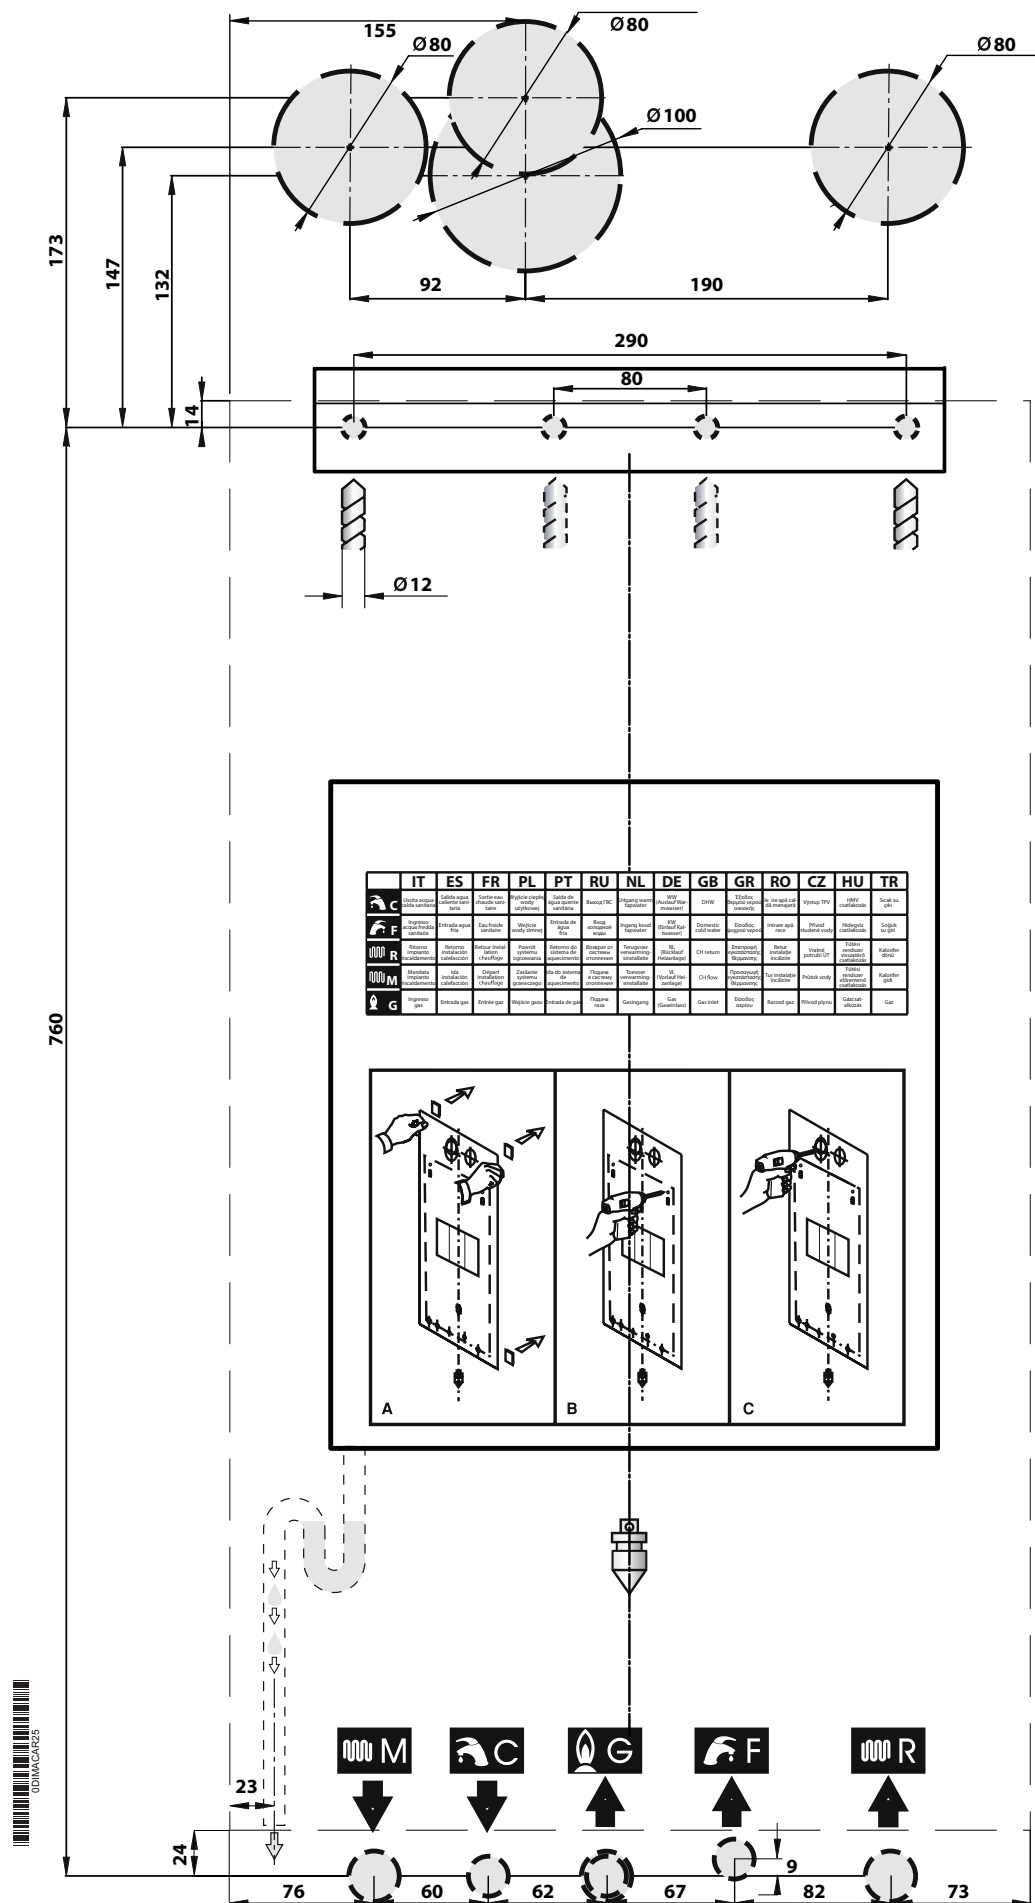

Fig. 4 Gabarit en papier
- » le gabarit de fixation de la chaudière au mur (voir Fig. 4 Gabarit en papier);
Chaque appareil est accompagné d'un gabarit approprié en papier contenu dans l'emballage (voir Fig. 4 Gabarit en papier).
Le refoulement et le retour du chauffage doivent être branchés à la chaudière, aux raccords respectifs de 3/4" **M** et **R** (voir Fig. 4 Gabarit en papier).
L'entrée de l'eau froide et la sortie de l'eau chaude sanitaire doivent être raccordées à la chaudière aux raccords respectifs de 1/2" **F** e **C** (voir Fig. 4 Gabarit en papier).